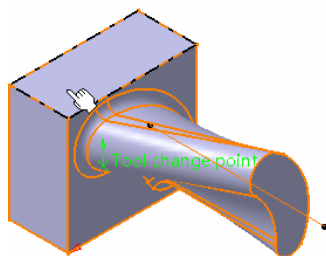

图 4-89 创建安全平面 (3)
● 单击 Safety plane 按钮，系统提示“Select a planar face or point to define the safety plane”，选择模型的上表面，系统创建安全平面 (3) 如图 4-89 所示。